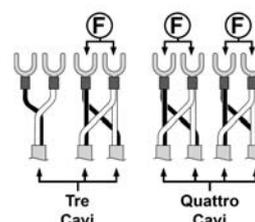

Fig.9
- Tagliate i connettori di due dei cavi elettrici da collegare (tagliare in tutto 4 connettori). Congiungere i quattro poli elettrici a coppie su nuovi connettori (F) forniti in dotazione ai comandi remoti. (Fig.9)